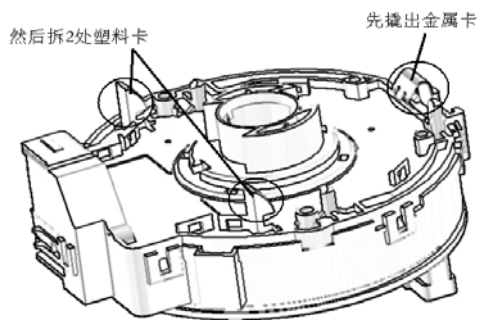

图 2—9
- 8) 拆下左组合开关（前照灯变光开关总成）。如图2—10所示。